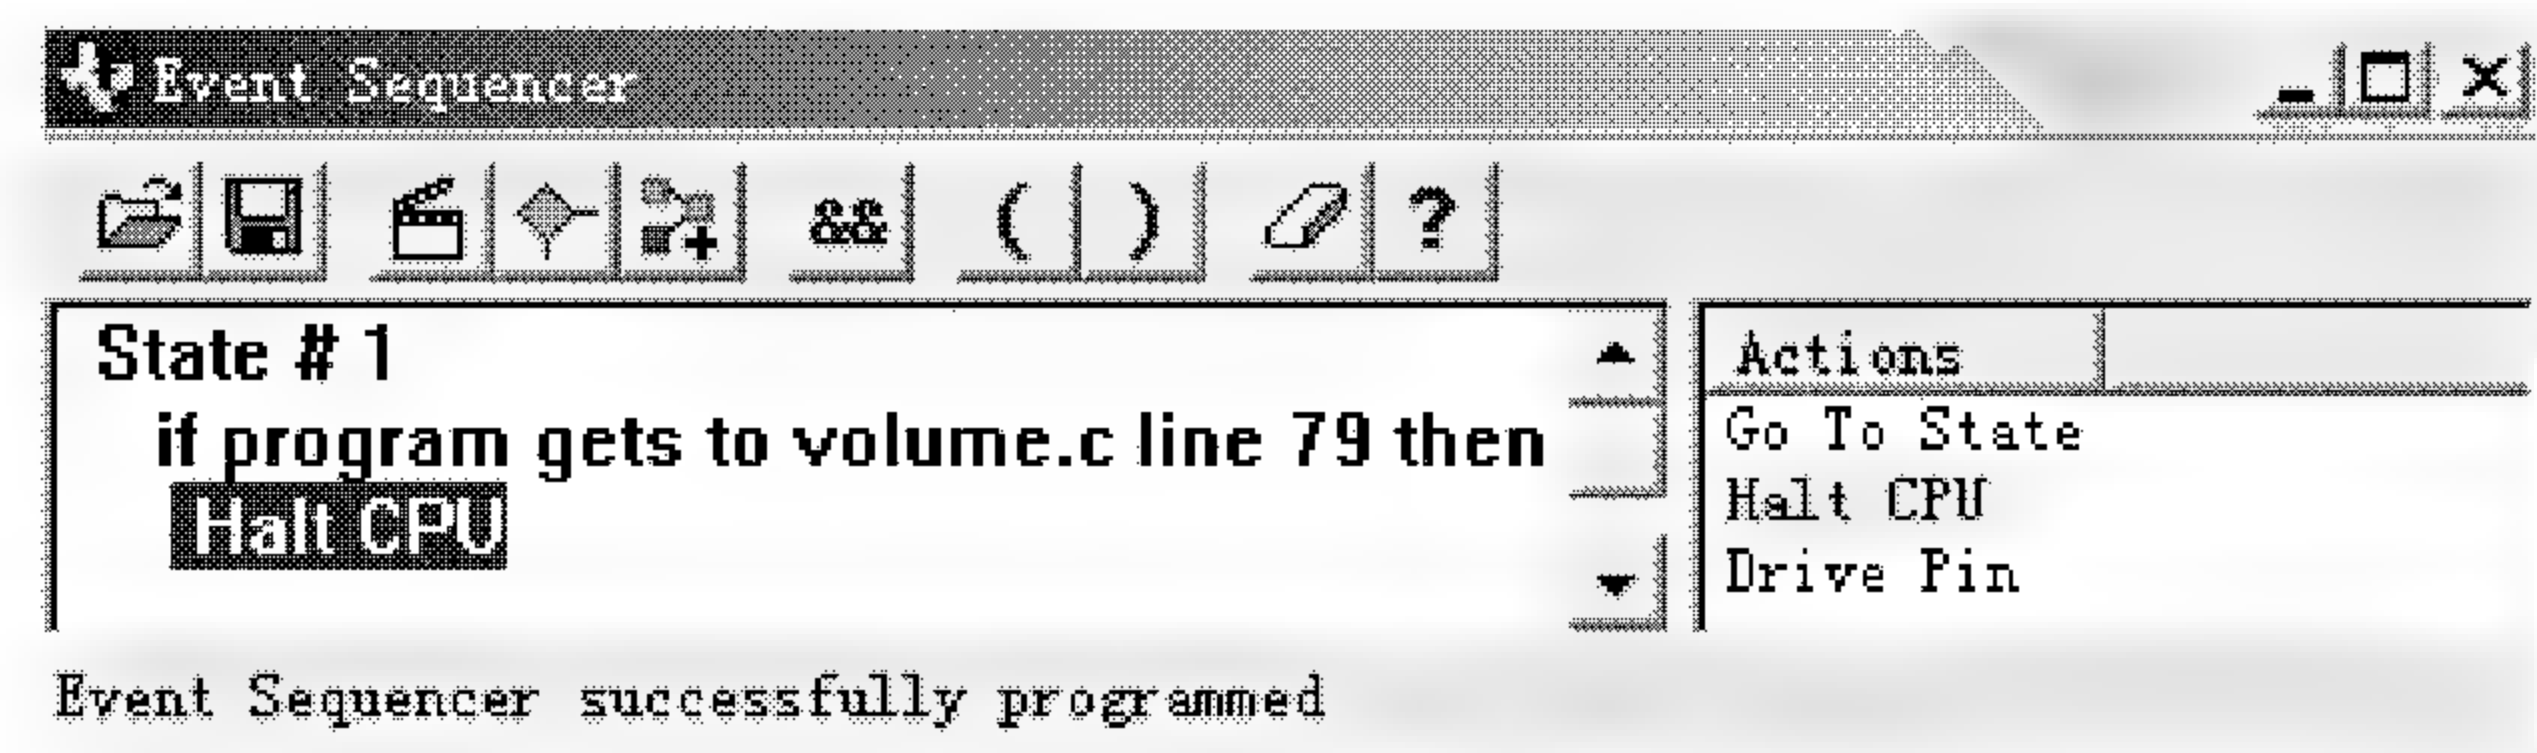

图 3.25 Event Sequencer 窗口
(1) 选择 **Tools** → **Advanced Event Triggering** → **Event Sequencer**，打开 **Event Sequencer** 窗口，如图 3.25 所示。